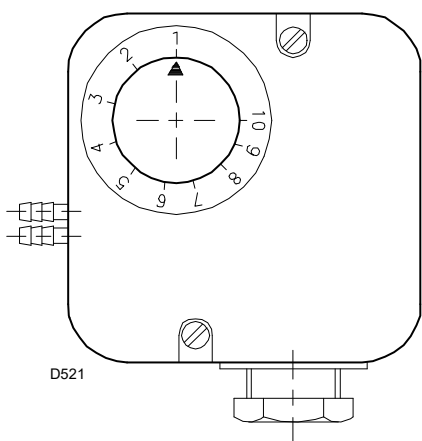

Fig. 24
- Regolare il pressostato aria all'inizio scala (Fig. 24 a pag. 26).
Eseguire la regolazione del pressostato aria dopo aver effettuato tutte le altre regolazioni del bruciatore con il pressostato aria regolato a inizio scala (Fig. 24).